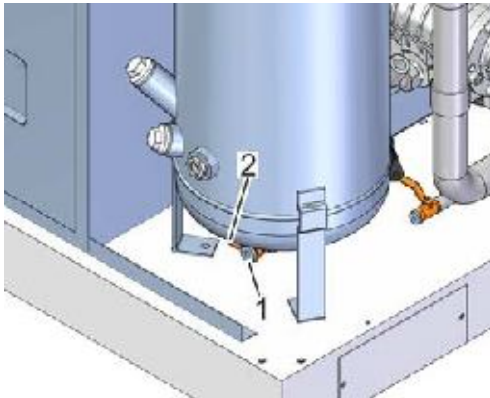

Рис. 37: Отверстие для слива охлаждающей жидкости
- Выверните резьбовую пробку (Рис. 37/1).
7. ➤ Откройте слив (Рис. 37/2).
8. ➤ Закройте слив (Рис. 37/2).
9. ➤ Снова закрутите резьбовую пробку (Рис. 37/1).